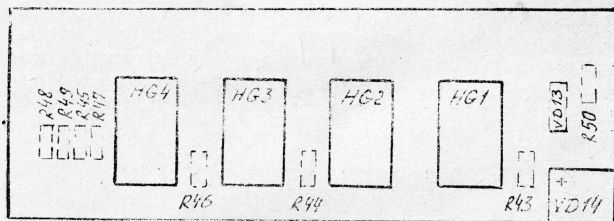

Рис. 3.
5.2.8. Расположение деталей на платах прибора показано на рис. 3 и 4.